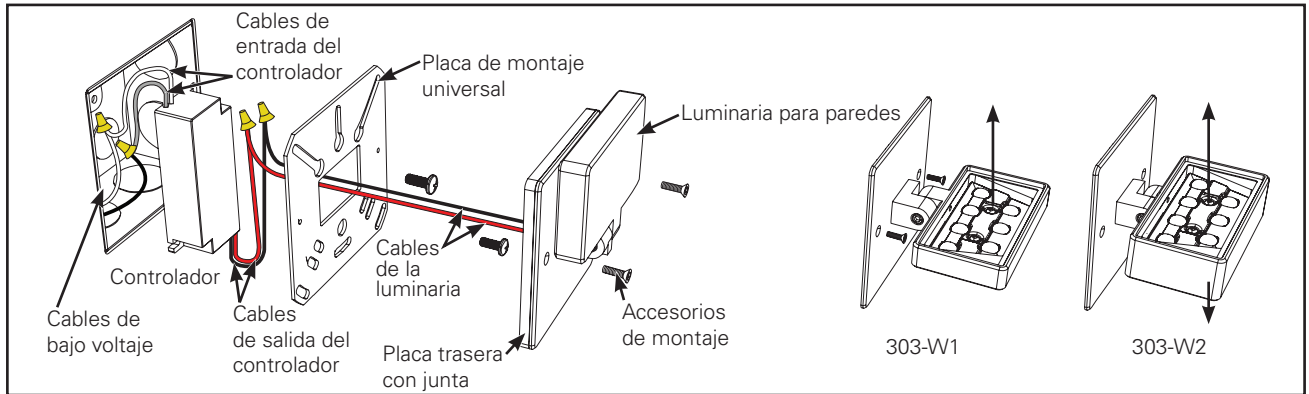

Figura 1.
1. Desembale la luminaria EON para paredes y asegúrese de que se encuentren todas las piezas incluidas (luminaria 303-W1 o 303-W2, placa de montaje universal, tornillos de cabeza plana de 2 x 8-32 y controlador Y controlador Clase 2. Los conectores para cables, las llaves allen de 5/64" y 9/64", y los accesorios de montaje de la caja de derivación son necesarios, pero no vienen incluidos. (Figura 1.)